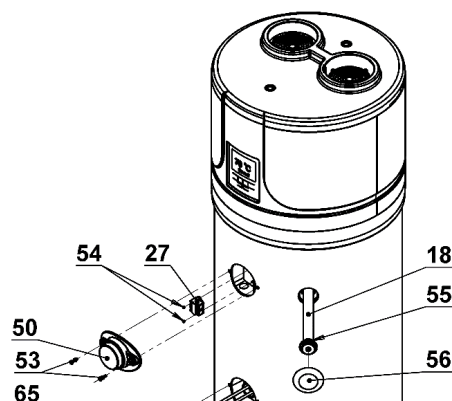

Fig. 14
10.1. Réinitialisation du thermostat de sécurité 27 (Fig.14)
- Retirer le panneau de garniture supérieur en dévissant les vis de fixation (Fig. 14);
- Appuyer manuellement sur le bouton du thermostat de sécurité jusqu'à ce qu'un son soit entendu (Fig. 14).
10.4. Anodes en magnésium 18. (Fig. 14)